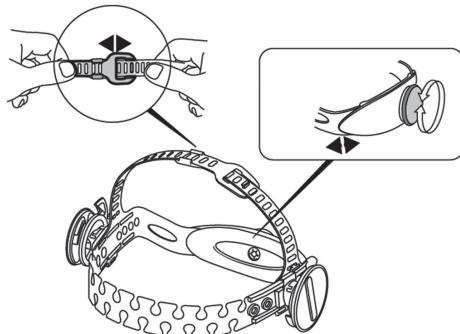

図1
1. 頭頂部の2本のバンドを左右にずらして調節することで、頭の大きさに対してヘッドバンドを調整することができます(図1)。
2. ヘッドバンド後部にあるラチェットノブを時計回りに回し、ヘッドバンドのサイズを調節して頭部にしっかりと固定します(図1)。緩めたい場合には、ラチェットノブを反時計回りに回します。ヘッドバンドは頭周囲50~64cmに対応しています。